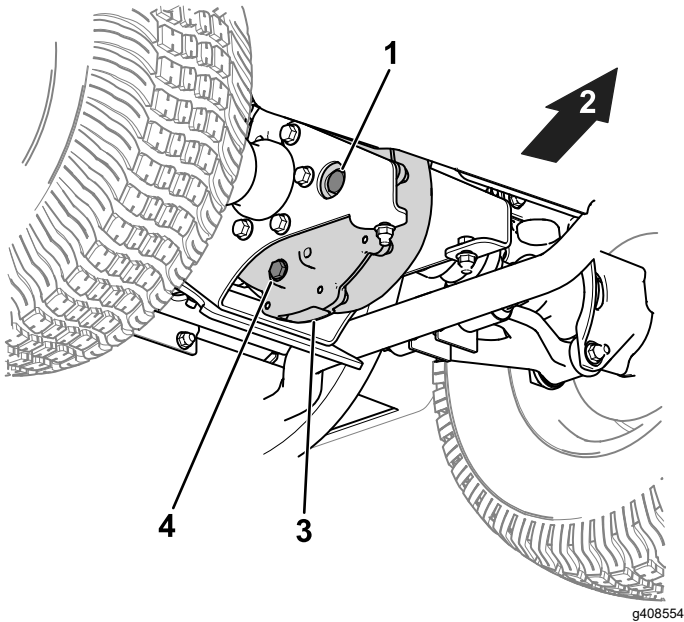

Figura 43
1. Retire el tapón de llenado del transeje (Figura 43).
2. Si el nivel de fluido es bajo, retire el tapón de llenado y añada fluido del tipo especificado hasta que salga del orificio (Figura 43).
1. Coloque un recipiente debajo del tapón de vaciado (Figura 43).
2. Retire el tapón de llenado (Figura 43).
3. Retire el tapón de vaciado y deje que el fluido se drene completamente (Figura 43).